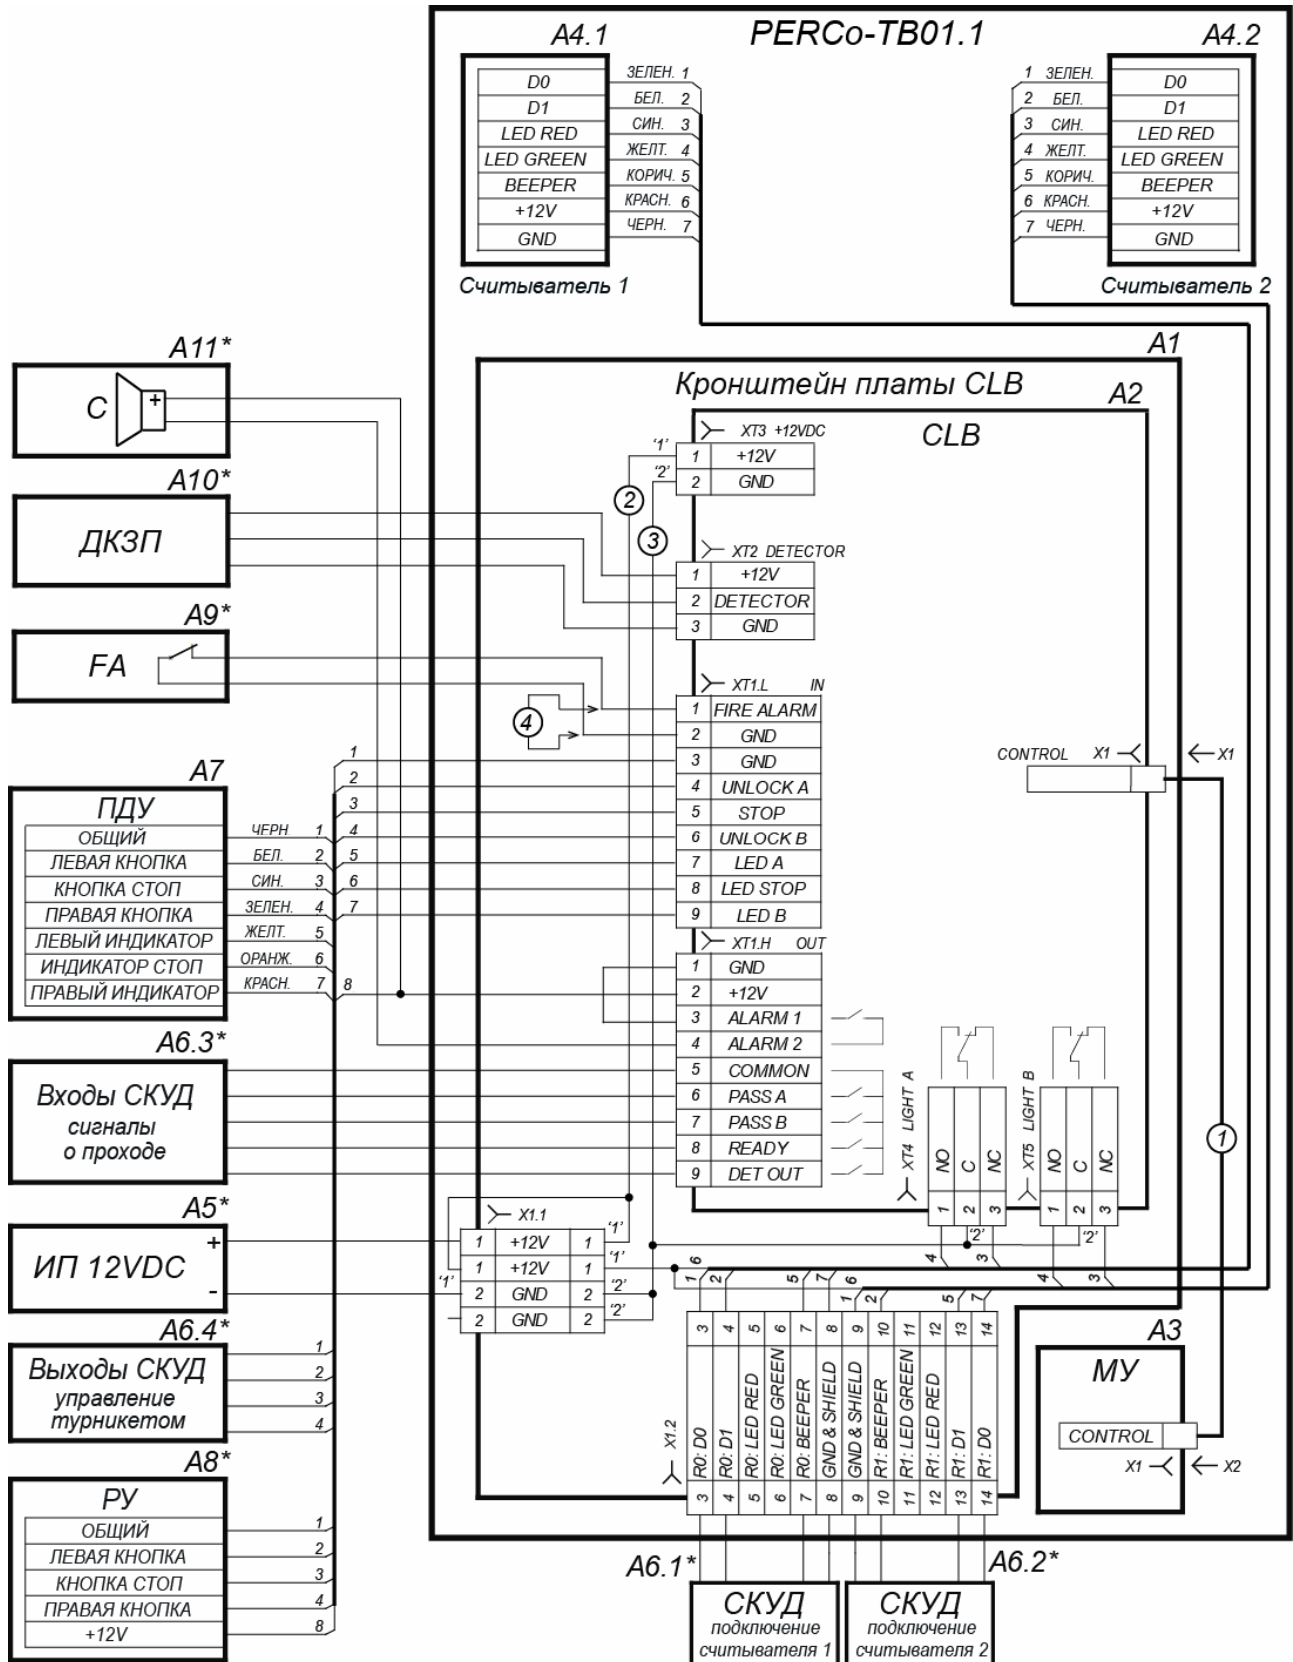

Рисунок 11. Схема электрических соединений турникета¹
подключаются к контактам *Common*, *PASS A*, *PASS B*, *Ready* и *Det Out* клеммной колодки **XT1.H** платы управления. Подключение встроенных считывателей к контроллеру СКУД производится через выносную клеммную колодку **X1**. Схема подключения контроллера СКУД представлена на рис. 11.
- 8 Подключите кабель питания (14) к выносной клеммной колодке **X1.1** (см. рис. 11). Подключите кабель (13) ПДУ (12) к клеммной колодке **XT1.L** на плате управления (см. рис. 5). Подключите при необходимости кабели от других устройств к соответствующим клеммным колодкам платы управления (см. рис. 5 и рис. 11).
- 9 Проверьте правильность и надежность всех электрических подключений. При помощи самоклеящихся площадок и стяжек из комплекта поставки закрепите все кабели. После подключения всех кабелей и закрепления стойки на полу установите на место крышку (3) (см. разд. 6) и боковые заглушки (10) в порядке, обратном снятию.
- 10 Для установки в рабочее положение преграждающих планок снимите с поворотного механизма крышку (6), отвернув винт M4×25. Отверните болт M8×30, установленный на преграждающей планке (5). Установите преграждающую планку в соответствующее посадочное место и зафиксируйте болтом. Под головку болта установите пружинную шайбу. Затяжка болтов должна обеспечивать надежную фиксацию преграждающей планки (без люфта).
- 11 Повторите операции при установке остальных преграждающих планок. Установите в рабочее положение крышку (6), закрепив ее винтом.
Подключение контроллера к плате управления турникета производится в соответствии с рис. 11.
Передача данных от считывателей осуществляется по интерфейсу *Wiegand*. Подключение считывателей к контроллеру СКУД необходимо производить экранированным кабелем в соответствии с рис. 11. Линии данных от считывателей выведены на контакты выносной клеммной колодки **X1.2** (см. рис. 11 и табл. 3).
* Линии управления светодиодной индикацией считывателей при производстве подключены к клеммным колодкам **XТ4**, **XТ5** платы управления (см. рис. 11). Для осуществления внешнего управления индикацией от контроллера СКУД необходимо отключить синие и желтые провода считывателей от разъемов **XТ4**, **XТ5** платы управления, и подключить их к соответствующим контактам выносной клеммной колодки **X1.2**.